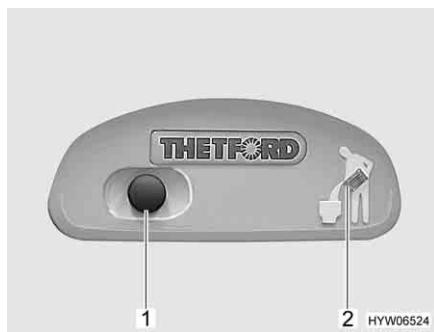
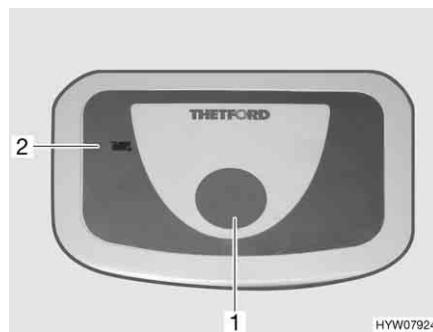

Fig. 221 Pulsante dello sciacquone/spia di controllo toilette Thetford
Fig. 222 Pulsante dello sciacquone/spia di controllo toilette Thetford (alternativa)
- Per sciacquare premere il pulsante blu (Fig. 221,1 o Fig. 222,1).
Quando la cassetta Thetford è piena e deve venire svuotata, la spia di controllo (Fig. 221,2 o Fig. 222,2) si accende.